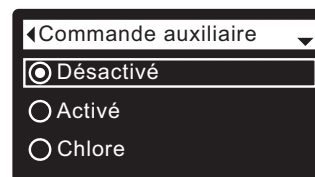

FIG. 90
7. Appuyez sur le sélecteur (O) pour afficher le menu de la commande auxiliaire (cf. Figure 90).
8. Si le cercle vis-à-vis de l'option souhaitée a déjà un point (cf. Figure 90), passez à l'étape 9. Sinon, appuyez sur le bouton BAS (▼) ou HAUT (▲) pour passer à l'option souhaitée, puis sur le sélecteur (O) pour confirmer votre choix.